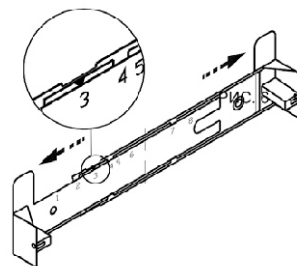

рис. 7
6.5 Крепление кронштейна к стене (рис. 7, 8)
- прежде чем прикрепить кронштейн к стене, необходимо выставить кронштейн на нужный размер (равный ширине верхней фальштрубы) рис. 7, для этого увеличьте размер кронштейна (если это необходимо) и установите фиксатор напротив цифры соответствующей Вашей вытяжке (см. графа N, табл.3)